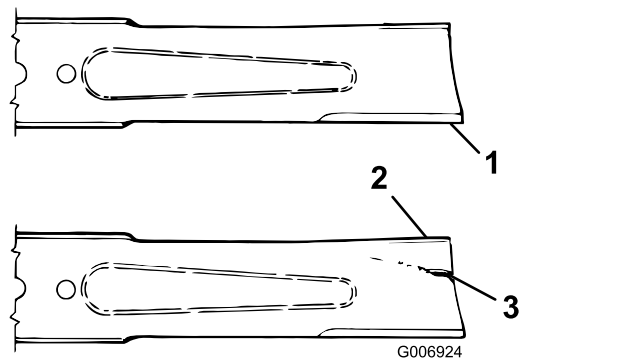

図 89
3. ブレードの切っ先を注意深く観察、特に、直線部と曲線部が交わる部分をよく観察する 図 89。
4. この、直線部と曲線部の交差域は、砂などによる磨耗が進みやすい部分なので、機械を使用する前によく点検することが必要である。磨耗が進んでいる場合 図 89 には、ブレードを交換する ブレードの取り外し \(ページ 63\) を参照。
ブレードの磨耗を放置すると、ブレードのセール部と平坦部との間に割れ目が発生する 図 89。この割れ目が拡大すると、最終的にはブレードがちぎれてハウジングの下から飛び出し、これがオペレータや周囲の人に重大な人身事故となる。